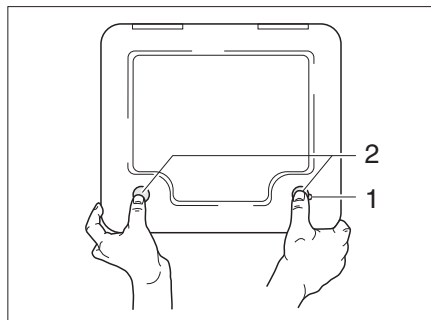

Bild 121 Klappe für Thetford-Kassette
- Die Klappe für die Thetford-Kassette außen am Fahrzeug öffnen. Dazu den Schlüssel in den Schließzylinder des Druckschlusses (Bild 121,1) stecken und eine viertel Umdrehung im Uhrzeigersinn drehen.
- Beide Druckschlösser (Bild 121,2) gleichzeitig mit dem Daumen drücken und die Klappe für die Thetford-Kassette öffnen.